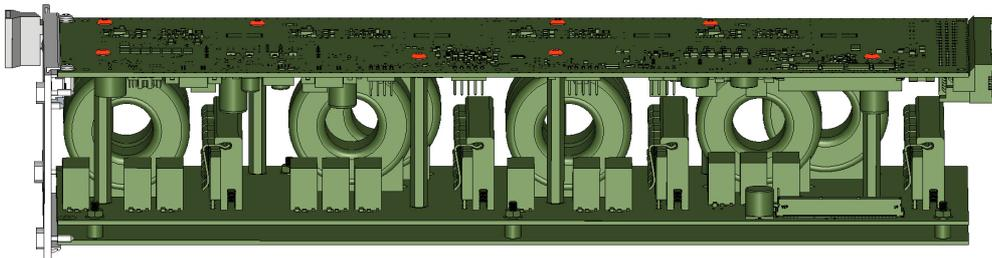

Abb. 2-13 ES4455.2 Load Carrier Board mit Lastmodul nach Entfernen der Kunststoffabdeckungen. Die Schrauben sind rot markiert.
- Lösen Sie die Schrauben auf dem ES4455.2 Load Carrier Board mit einem T8 Schraubendreher (siehe Abb. 2-13 auf Seite 33).